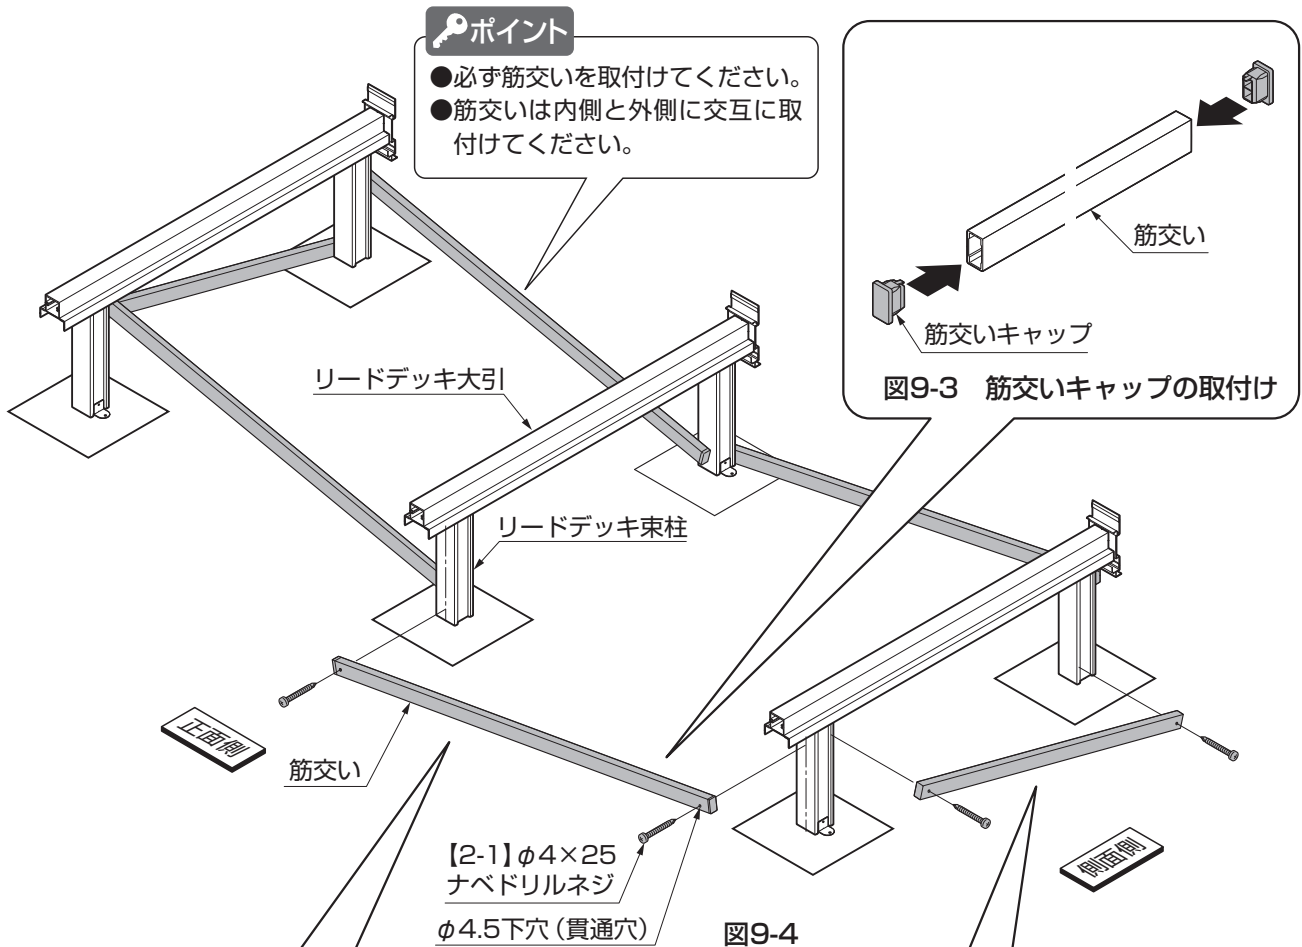

図9-3 筋交いキャップの取付け
- ②筋交いの両端に筋交いキャップを押し込んで取付けてください。(図9-3参照)